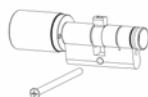

Abb. 2
2. Stulpschraube entfernen (Abb. 2), und Zylinder in Richtung Innenseite mindestens 2 cm aus der Tür schieben.